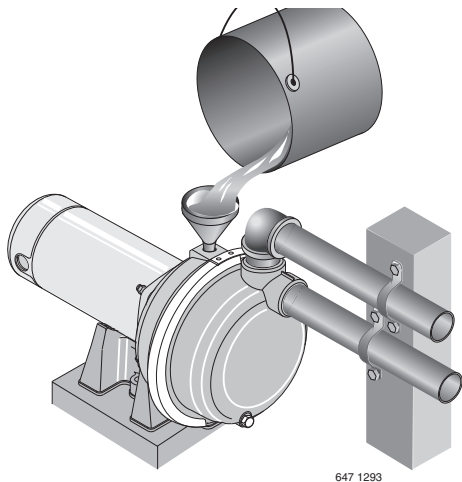

Figura 5: Llene la bomba antes de comenzar
- Paso 3. Llene la bomba y el tubo de succión con agua (figura 5).